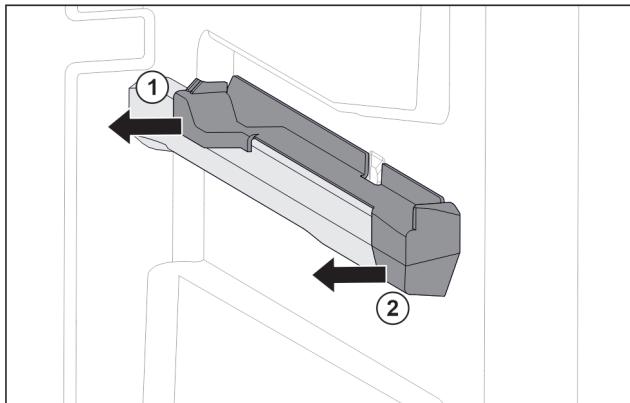

Fig. 47 Вставна частина на правому ребрі для резервуару
- ▶ Відсунути вставну частину назад вбік. Fig. 47 (1)
- ▶ Відсунути вставну частину вперед вбік. Fig. 47 (2)